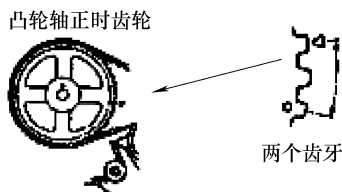

图 8-54 调整凸轮轴正时齿轮位置
6) 如图 8-54 所示, 顺时针方向转动曲轴, 使其转过凸轮轴正时齿轮两个齿牙并保持在该位置。